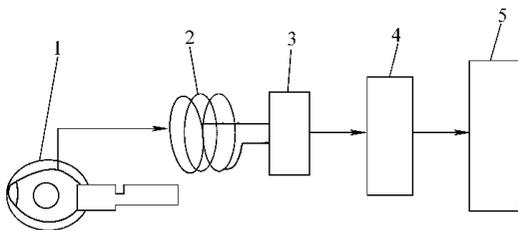

图 7-11 解开锁定信号
3) 如果传输晶体送出的识别码正确无误，则 EWS 控制模块将给发动机控制模块送解开锁信号，如图 7-11 所示。这一程序必需在 350ms 中完成，当旋转钥匙起动发动机时，若发动机转速超过规定值时间过长，则 EWS 控制模块将起动机关闭。另外，起动机开关也必需在变速器档位开关“P”档或“N”档时才能作用。在制造 EWS 原件时，控制模块和传输晶体必须同时进行。